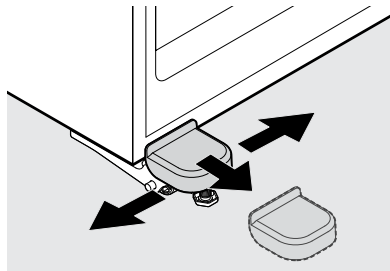

Figure 4
11. Retirez le couvercle de la charnière en dépliant délicatement les languettes du couvercle et en tirant le couvercle vers le devant de l'appareil (certains modèles, figure 4).